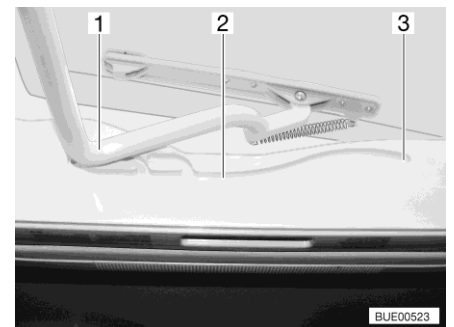

Fig. 121 Glissière (lanterneau Heki)
- Tirer l'étrier (Fig. 121,1) dans les glissières (Fig. 121,2) jusqu'à la position la plus reculée (Fig. 121,3).
- Pousser l'étrier (Fig. 121,1) légèrement vers le haut avec les deux mains.
- Tirer l'étrier dans les glissières (Fig. 121,2) jusqu'à la position souhaitée.